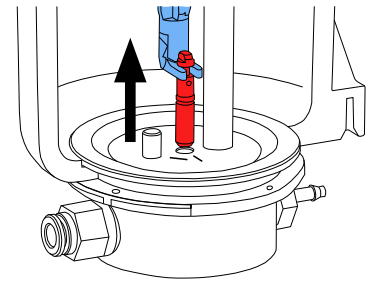

Fig. 16
- ⇒ Afferrare l'ugello dosatore con l'attrezzo e sfilarlo verso l'alto (Fig. 16).